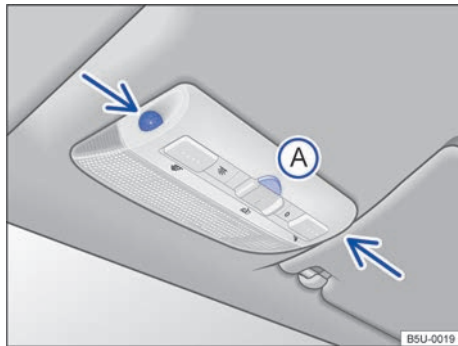
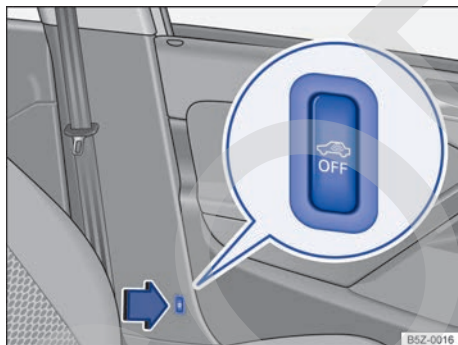

Fig. 55 En la consola del techo: sensores de vigilancia del habitáculo y tecla (A) para desconectar la vigilancia del habitáculo.
Fig. 56 Al lado del asiento del conductor: la tecla para desconectar el monitoreo del interior del vehículo.
La vigilancia del habitáculo dispara la alarma con el vehículo bloqueado, si reconoce movimientos en el interior del vehículo. El sensor y el receptor están ubicados en el conjunto de la luz de lectura → fig. 55 (flechas).
- Presionar la tecla → fig. 55 (A) o → fig. 56 (OFF) durante 2 segundos. En el panel de instrumentos se enciende la luz de control 🚨.